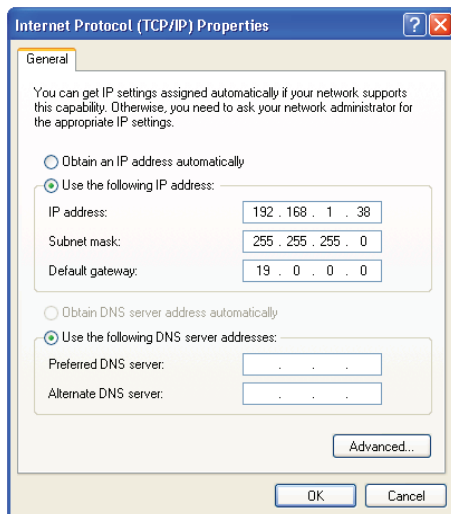

Рис. 11. Окно свойств интернет-протокола (TCP/IP)
7. Выберите **Use the following IP Address (Использовать следующий сетевой адрес)** и заполните поля в соответствии с рис. 11.